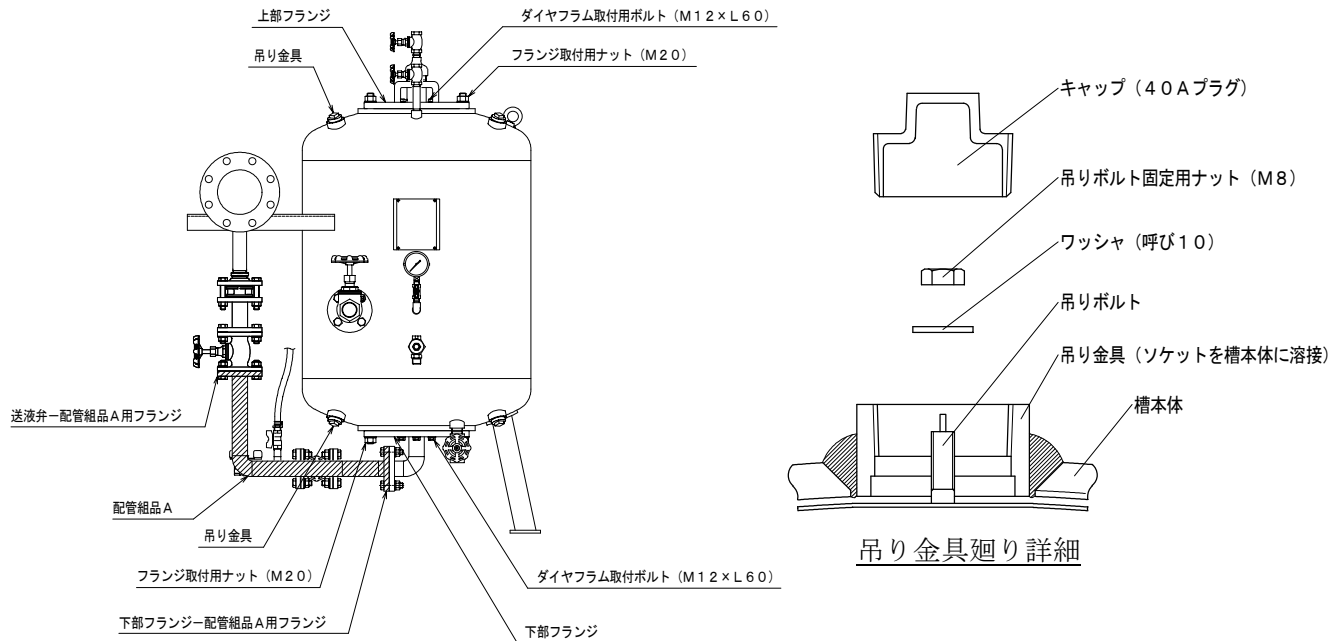

図 20. 各部品名称および吊り金具廻り詳細図
作業② 上部フランジのダイヤフラム取付用ボルト (M12×L60、6本) を取り外してから、フランジ取付用ナット (M20) を取り外して、上部フランジを取り外す。(図 20)
また、必要に応じて送液弁-配管組品 A 用フランジ (40A フランジ) のボルト・ナット (4本) とガスケットを取り外し、配管組品 A (図 20 のハッチング部分) を取り外す。(図 20)
作業⑥ 吊り金具のキャップ (上下各 3ヶ所、40A プラグ) を取り外し、吊りボルト固定用ナット (M8) およびワッシャ (呼び10) を取り外す。(図 20)
また、ダイヤフラム取り外し時に配管組品 A（図 20 のハッチング部分）を外した場合は、配管組品 A を組み付ける。なお、配管組品 A 組み付け時は、送液弁－配管組品 A 用フランジのガスケットを新品に交換する。